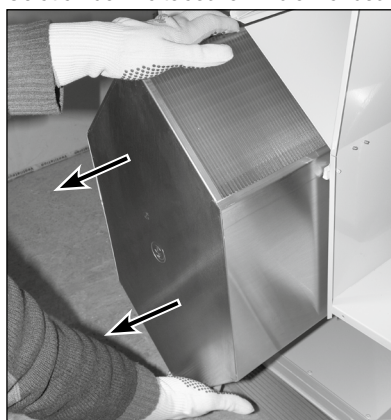

Abb. 12
4. Zur Reduzierung des Gewichtes den Wärmetauscher aus dem Gerät entnehmen (s. Abb. 12).